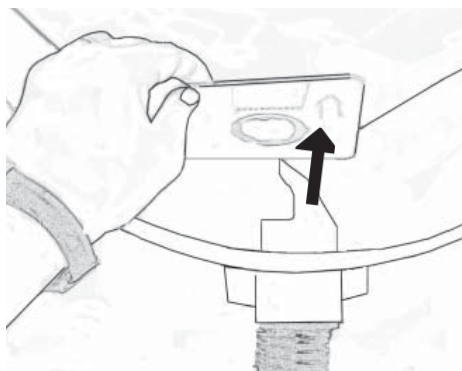

Fig. 23
5. Extraer la bolsa de polvo sujetando la pestaña de cartón y extrayéndola cuidadosamente junto con la bolsa del recipiente, Fig. 23. Doblar la parte perforada del cartón hacia la apertura de la bolsa a fin de evitar que se salga su contenido.